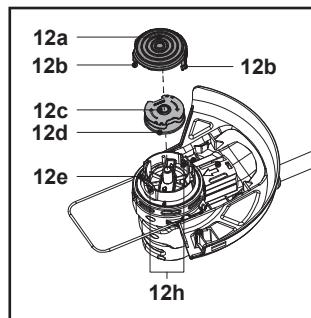

Fig. 23
- Scoate bobina de tăiere (12c) din carcasa (12e) (fig. 23).